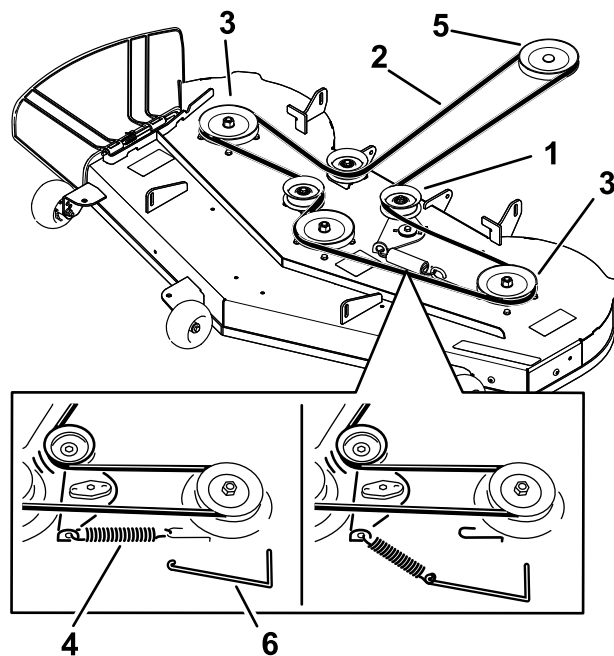

Figure 47
sur le tablier pour détendre la poulie de tension et déchaussez la courroie des poulies (Figure 47).
6. Acheminez la courroie neuve autour de la poulie du moteur et des poulies du tablier de coupe (Figure 47).
7. À l'aide d'un outil de dépose de ressort (réf. Toro 92-5771), accrochez le ressort au crochet situé sur le tablier, afin d'exercer une tension sur la poulie de tension et la courroie du tablier de coupe (Figure 47).